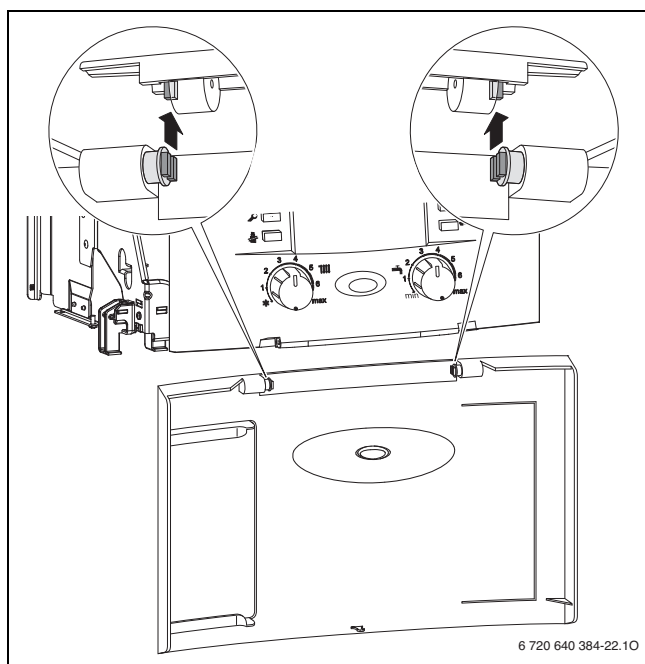

Fig. 10
- Contrôler l'alignement des amortisseurs (→ fig. 10).